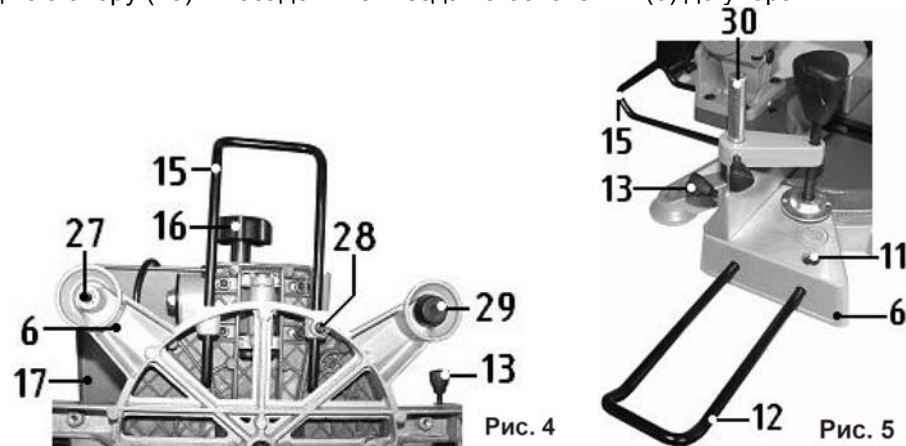

Рис. 4
8.2. Установка заднего упора (Рис. 4)
8.2.3. Как показано на Рис.4, установите заднюю опору (15) в посадочные гнезда на основании (6) до упора.
8.3. Стационарная установка пилы на верстаке (Рис.4)
8.3.2. Демонтируйте резиновую ножку (29) на основании (6), как показано на Рис. 4. Слева резиновая ножка (29) демонтирована.